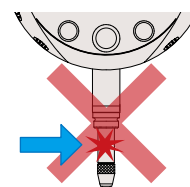

Fig. 2
1. No mueva el husillo rápidamente ni le aplique fuerza en la dirección transversal ya que la operación y exactitud pueden afectarse adversamente. (**Fig. 2**)